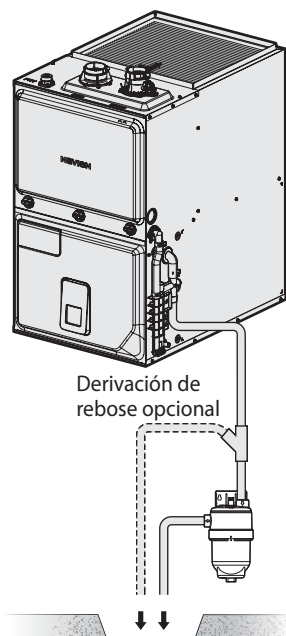

Figura 2. Instalación vertical
- Si el neutralizador se monta en posición vertical, asegúrese de que la salida esté más alta que la entrada (Figura 2).